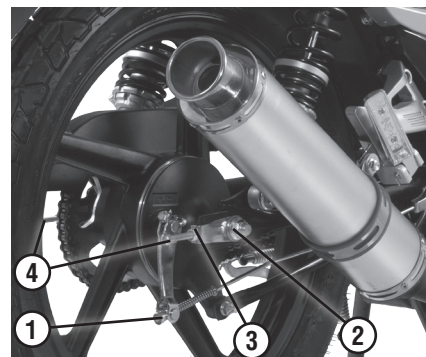

Рис. 16 Регулировка заднего тормоза и натяжения цепи
Вращая регулировочную гайку (рис. 16, поз. 1), отрегулируйте длину тяги таким образом, чтобы свободный ход, измеренный на конце педали заднего тормоза, составлял 20-30 мм.
1. ослабьте гайку оси колеса (рис. 16, поз. 2)
2. ослабив контргайки (рис. 16, поз.3), равномерно вращая болты растяжек (рис. 16, поз. 4) на обеих сторонах маятниковой вилки, отрегулируйте необходимое натяжение цепи.